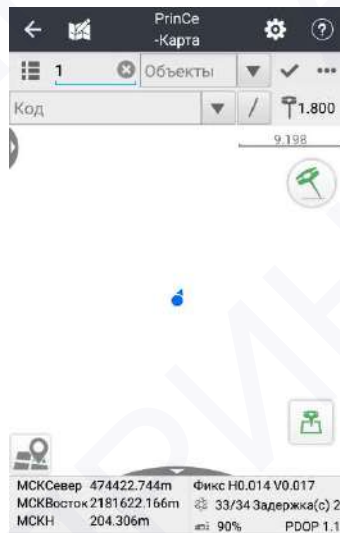

Рис. 2.13
4. Перейдите в меню **[Работа]** → **[Карта]** или **[Работа]** → **[Съёмка]** (см. рис. 2.13), дождитесь получения фиксированного решения и нажмите кнопку , для запуска инерциальной системы. Следуя подсказкам на экране, выполните инициализацию инерциальной системы.